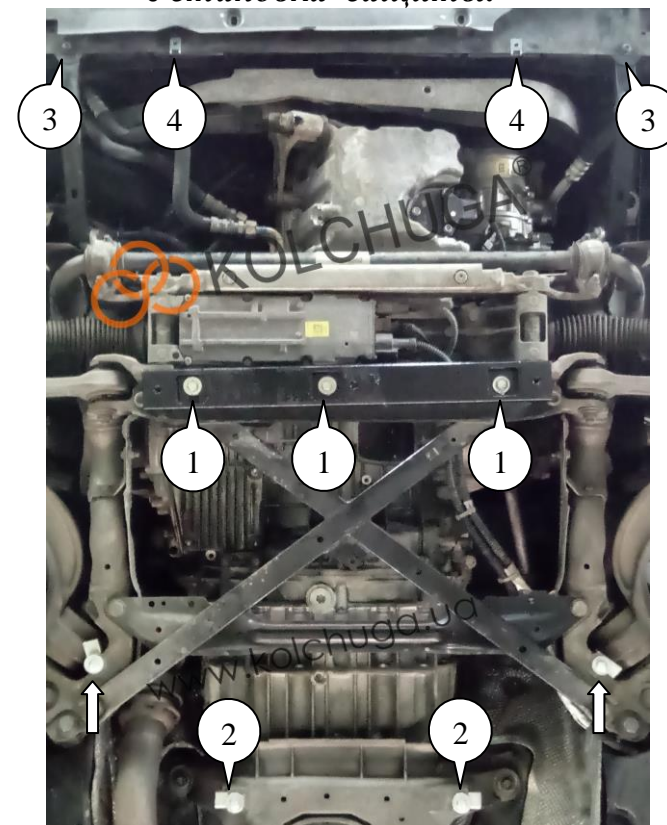

Рис.1
2. Установить гайки 14 в штатные отверстия подрамника, и прикрутить балку 3 с помощью болтов 7 с шайбами 10, 11, поз.1, рис. 1.
3. Установить планки 12 над отверстиями балки КПП, наживить болты 8 с шайбами 10, поз.2, рис.1.
4. Выкрутить штатные болты, поз.3, рис.1.
5. Установить над штатными отверстиями рамки радиатора гайки 13, поз.4, рис.1.